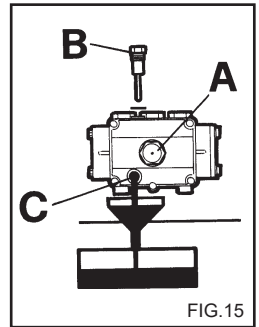

FIG. 15
- 2) Desatarraxe a tampa com a vareta de controlo do nível (fig. 15).